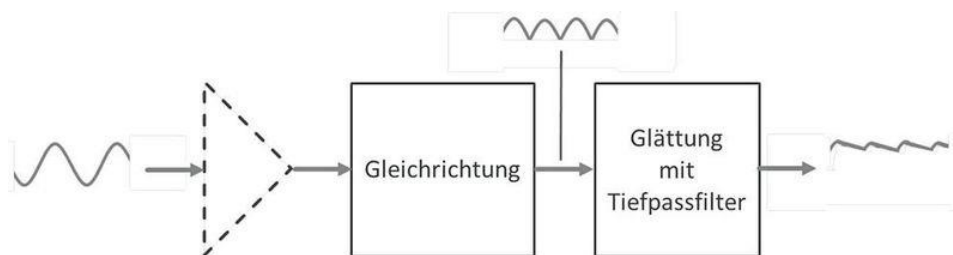

Abbildung 1.6.1.1
- 1) **Analoge Signalverarbeitung:** Die Wechselgröße wird gleichgerichtet und mit einem Tiefpassfilter geglättet (siehe Abbildung 1.6.1.1). Die Ausgangsgröße entspricht weitgehend dem Mittelwert des zugeführten Signals. Typisch ist die im Bild angedeutete Restwelligkeit, die umso geringer ausfällt, je hochwertiger die Filterschaltung ausgeführt wird. Die analoge Ausgangsgröße wird mit einem Analog-Digital-Umsetzer für die weitere digitale Verarbeitung (in der Regel Berechnung des Effektivwertes) umgewandelt. Wichtig bei dieser Vorgehensweise ist, dass man die Kurvenform der gemessenen Größe kennt, um den Gleichrichtwert korrekt interpretieren zu können. Diese Vorgehensweise wird daher in der Regel nur für die Messung von Sinussignalen verwendet.